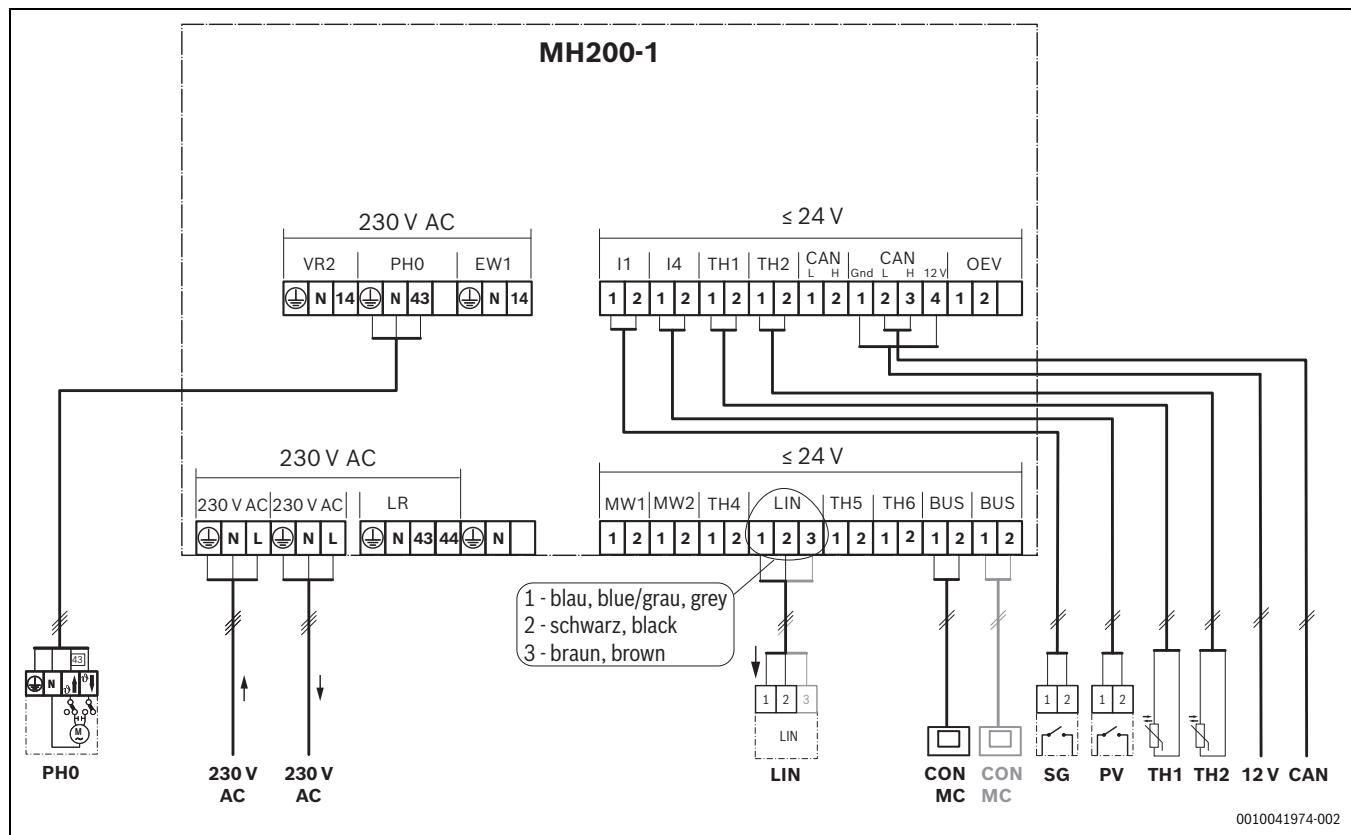

Bild 3 Überblick Anschlussklemmenbelegung
- ▶ Sicherstellen, dass die Kabel an den entsprechend markierten Anschläßen des Moduls angeschlossen sind (→ Bild 3).